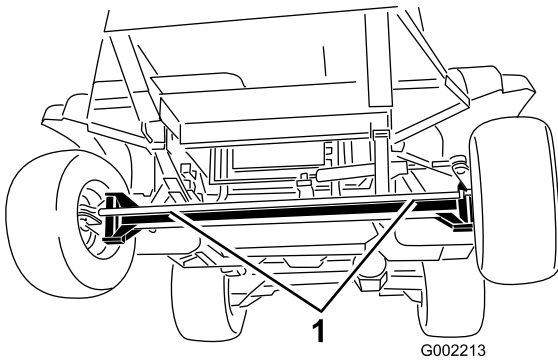
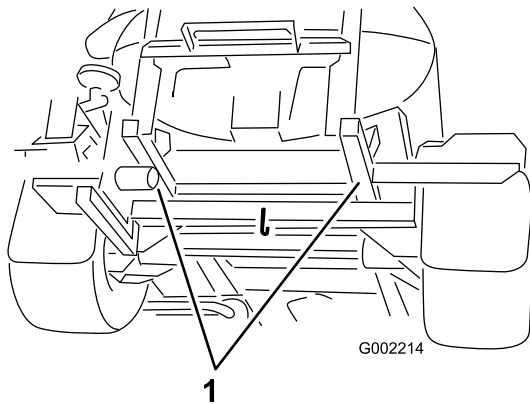

图37
图38
2. 在机架上系上拖绳。请参照图37和图38上的前后牵引点。